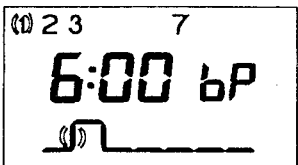

Fig. 5.21
Ugedag **1..7** (5) trykkes ind og dermed kan De vælge de ugedage De ønsker at kopiere varmeprogrammet til, før de trykker på blok-tasten **b** (9). På displayet blinker de ugedagsnumre De har valgt (fig 5.21). Ønsker De at en ugedag tages ud af blokkopieringen, foretages følgende: Ugedagstasten **1..7** (5) trykkes ind til nummeret på den valgte ugedag blinker (5.22)